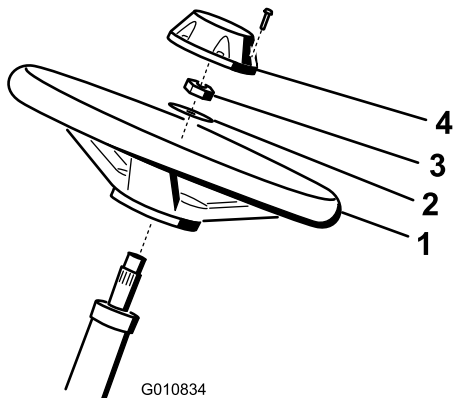

Bild 5
1. Schieben Sie das Lenkrad auf die Lenkwelle (Bild 5).
2. Schieben Sie die Scheibe auf die Lenkwelle (Bild 5).
3. Befestigen Sie das Lenkrad mit einer Klemmmutter und ziehen es auf 27-35 N-m an (Bild 5).
4. Montieren Sie den Deckel mit der Schraube am Lenkrad (Bild 5).